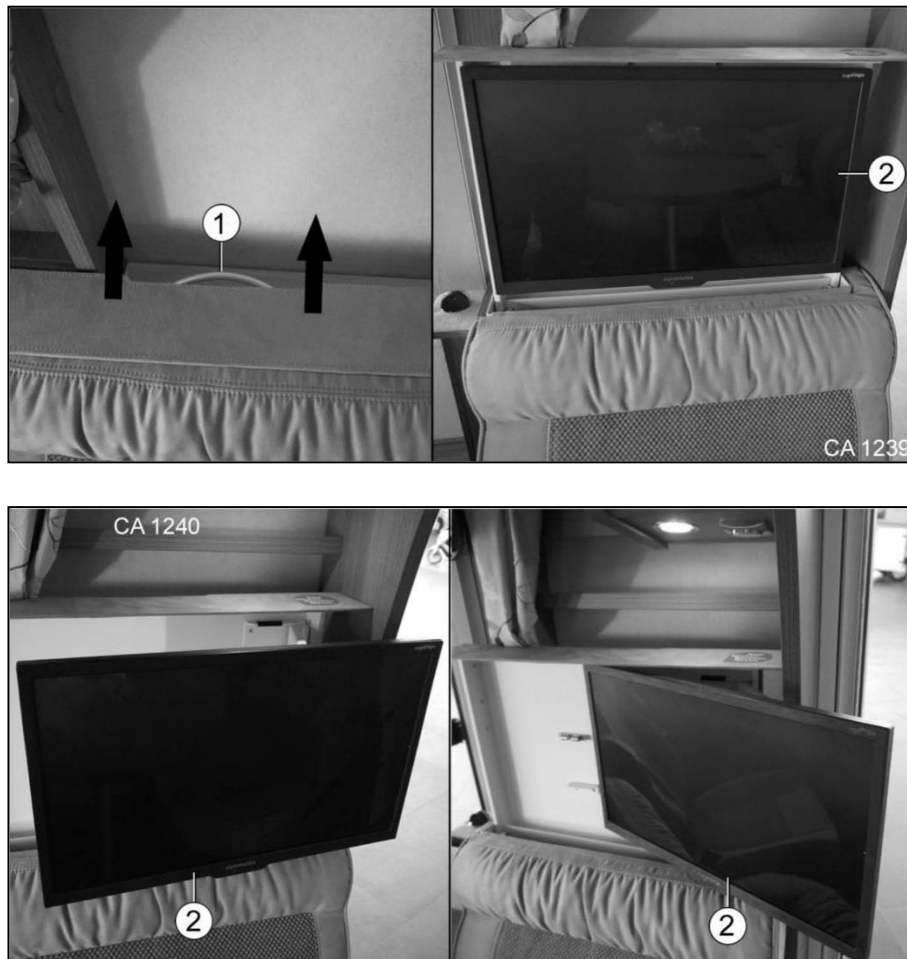

Fig. 132 Système coulissant du téléviseur au niveau de la banquette latérale
1. Tirer la poignée (Fig. 132/1) dans la direction indiquée.
2. Tirer l'écran TV (Fig. 132/2) hors du support.
3. Pivoter l'écran TV (Fig. 132/2) vers la droite ou vers la gauche.